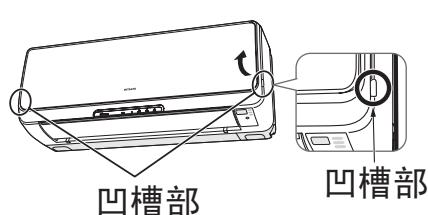

图4
1. 用手指端部钩住空调左右凹槽部沿箭头方向打开面板；（如图4）